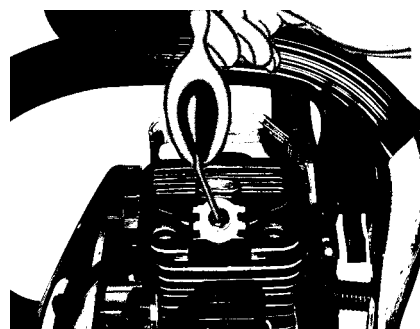

Fig. 40
5. Verser 1 cuillerée à thé d'huile 2 temps propre dans la chambre de combustion. Tirer lentement le cordon du lanceur plusieurs fois de manière à lubrifier les composants internes. Remonter la bougie (Fig. 40).